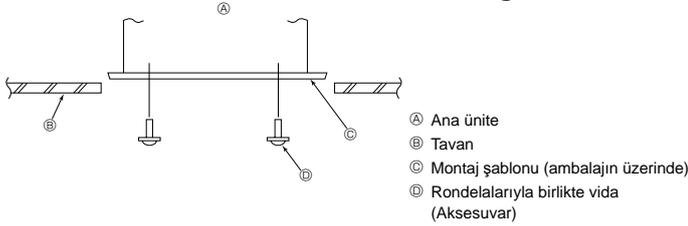

Fig. 2-7
2.6. Ana Ünitenin Konumunun Doğrulması ve Askı Civatalarının Sıkılması (Fig. 2-7)